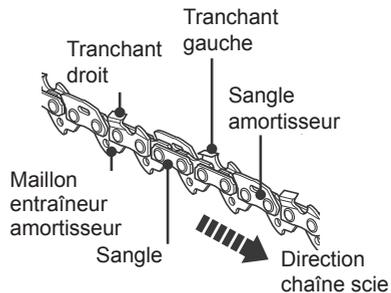

Fig. 48
- > Remettre la chaîne (3) à un centre d'assistance autorisé en vue de son affûtage, ou le faire soi-même avec un kit d'affûtage adapté. Consulter également les instructions du kit.
- > La différence de hauteur entre la dent et le sommet correspond à la profondeur de coupe. Lors de l'affûtage de la chaîne de scie (3), tenir compte des aspects suivants (Fig. 48).